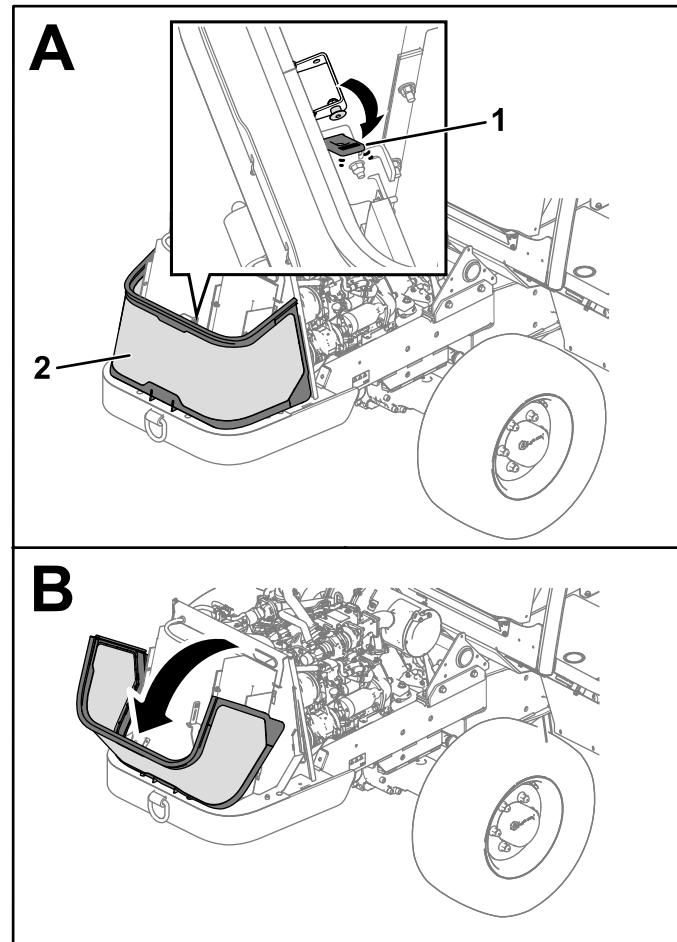

Figura 109
2. Para bajar la rejilla delantera, desenganche la correa que la mantiene en su sitio (Figura 109).